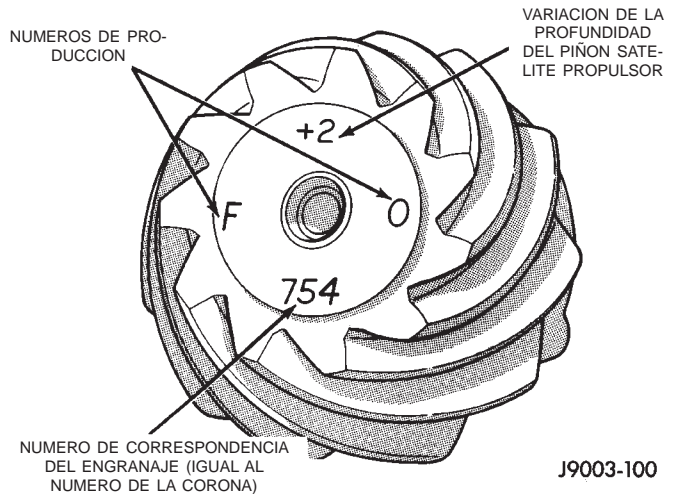

Fig. 54 Números de identificación del piñón satélite
Los engranajes vienen de fábrica únicamente como conjuntos. Los números de identificación para la corona y el piñón satélite están grabados en la cara de cada engranaje (Fig. 54). En la cara del piñón satélite está grabado un signo más (+), un signo menos (-) o un cero. Este número representa la magnitud (en milésimas de pulgada) de la variación de profundidad en relación a la profundidad convencional de piñón que lleva grabado el valor (0). La profundidad convencional desde la línea central de la corona a la cara posterior del piñón es de 92,08 mm (3,625 pulg.). Si desea mayor información consulte el párrafo relativo al Análisis del patrón de contacto y holgura entre dientes.
(9) Seleccione un espaciador igual a la lectura del indicador de cuadrante más el número de variación de profundidad del piñón satélite de mando grabado en la superficie del piñón satélite (Fig. 54). Por ejemplo si la variación de profundidad es -2, agregue +0,002 pulgadas a la lectura del indicador de cuadrante.